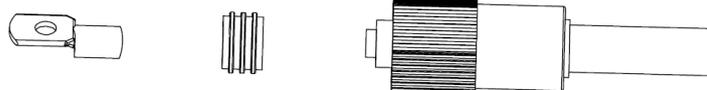

Рис. 3.3
1. Проведіть кабель через клему. (як показано на рис. 3.3)